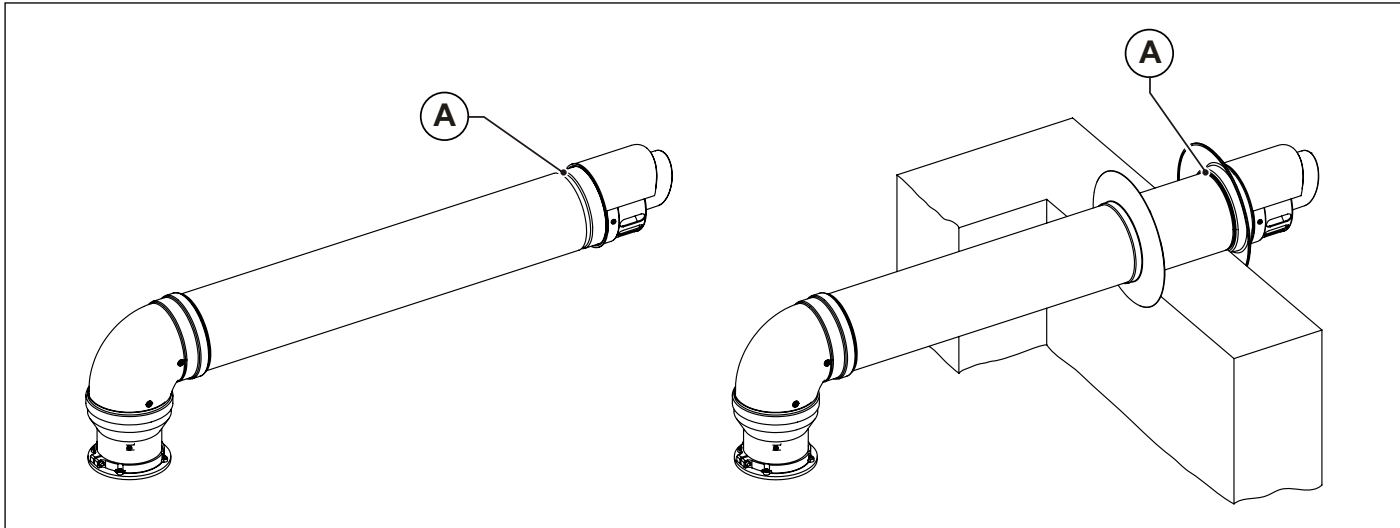

Fig. 10 Installazione terminali a parete
I terminali di aspirazione aria e scarico fumi, sdoppiati e coassiali, nella parte finale sono dotati di una gola (A) per il fissaggio del rosone esterno (vedi Fig. 10 Installazione terminali a parete).